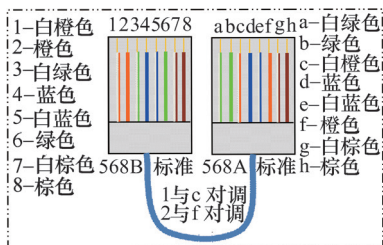

图4 交叉TP电缆接线图
(1) 交叉TP电缆的制作与连接。交叉TP电缆又称直连网线,由RJ45型8针水晶头和以太网线按图4接线进行连接,并用压线钳压制,用网线测试仪对接线质量进行检测。连接时,交叉TP电缆的一端接至C50的PCU面板上的X500 Ethernet2接口,另一端接至外设计算机(下称PC)的以